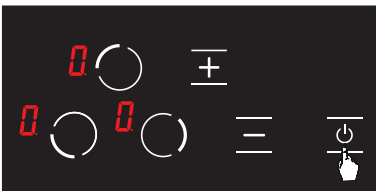

Abbildung 8
1. **0** durch Berühren der Taste kann der Herd eingeschaltet werden. (siehe Abb. 8)